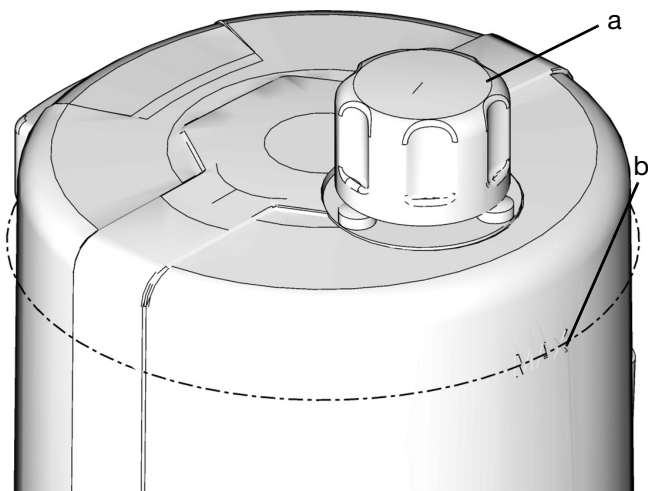

FIG. 26
- Ne pas trop remplir (FIG. 26).